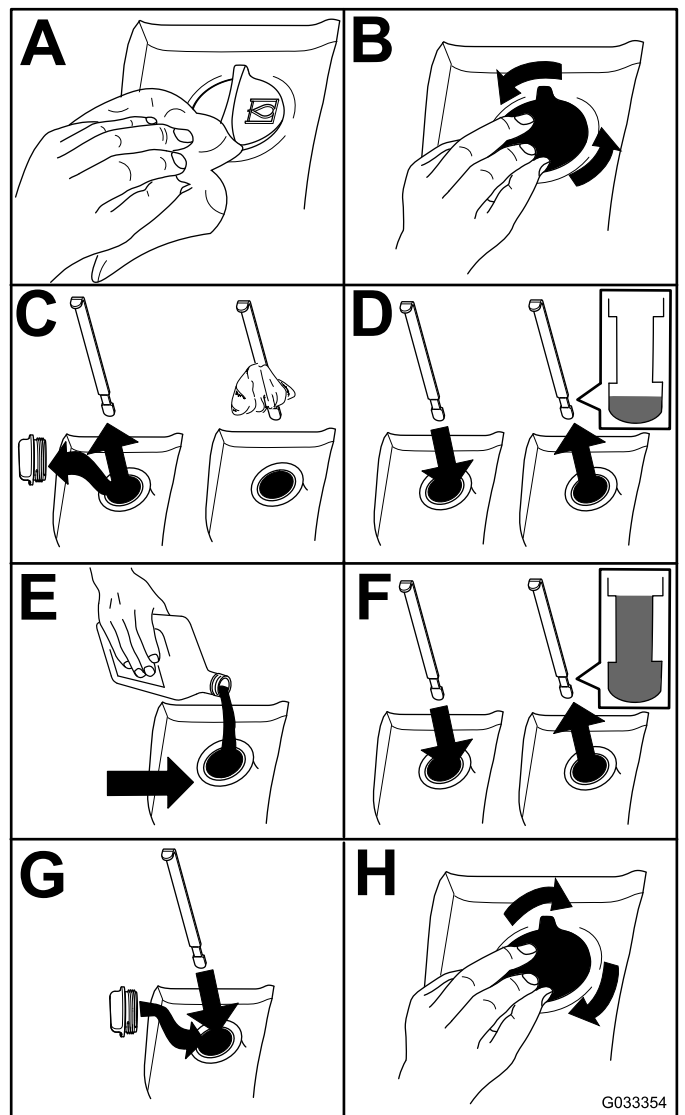

Figura 95
2. Controllare il livello del fluido idraulico (Figura 95).